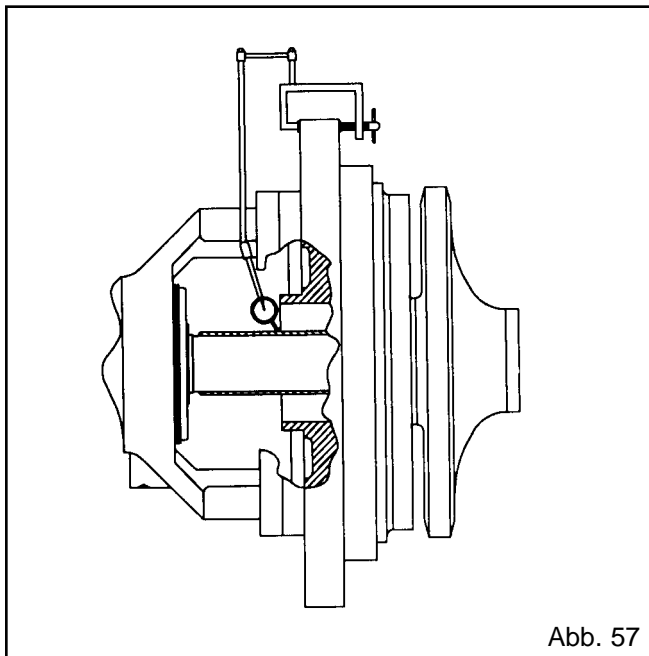

Abb. 57
15. Den Rundlauf der Welle (122) und der Wellenschutzbuchse (126) wie folgt überprüfen:
- Die Meßuhr, wie auf Abb. 57 gezeigt, anbringen.
- Die Welle (122) so drehen, daß sich der Anzeiger um 360 Grad entlang der Schutzbuchsenoberfläche mitdreht. Wenn die Gesamtablesung mehr als 0,05 mm beträgt, die Ursache suchen und beheben.